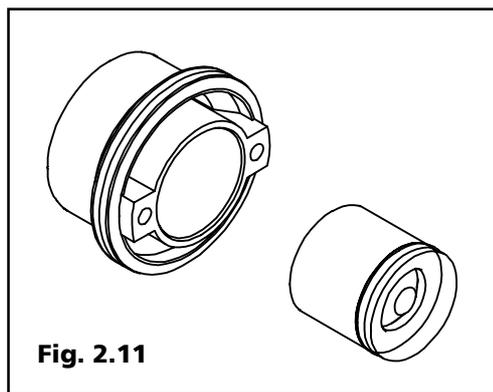

Fig. 2.11
5) By-pass automatico circuito riscaldamento (Fig. 2.11): è composto dalla valvola by-pass (simile alla valvola di ritegno utilizzata all'ingresso del circuito primario dello scambiatore secondario) e dal suo alloggiamento.